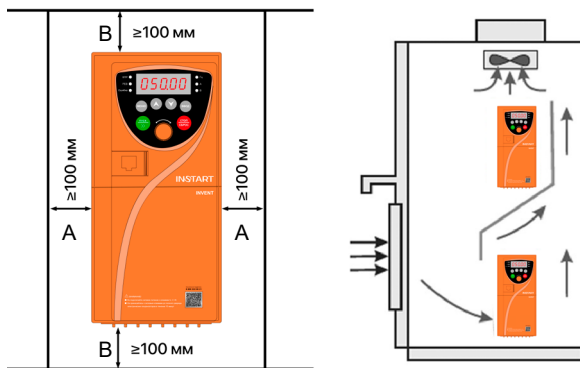

Рисунок 3.1 – Схема установки ПЧ серии INVENT
- Преобразователь частоты может быть установлен только в вертикальном положении. Если в одном шкафу необходимо установить несколько ПЧ, то установку рекомендовано производить горизонтально в ряд. В случаях, если необходимо установить ПЧ друг над другом, требуется установить изолирующий разветвитель под углом 45 градусов, который будет полностью перекрывать зону выброса нагретого воздуха с нижестоящего ПЧ (рисунок 3.1).